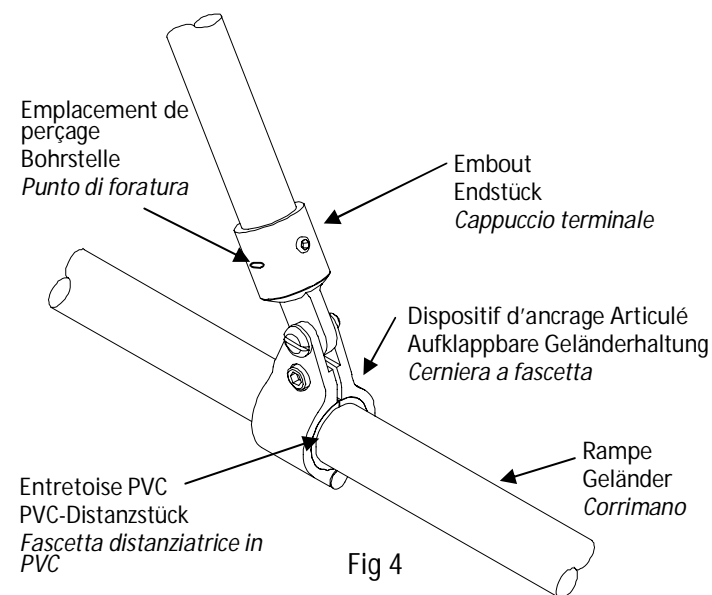

Fig 4
- Fixez temporairement le dispositif d'ancrage sur le rail en disposant l'entretoise en PVC entre l'embout articulé et le rail ; ne serrez pas maintenant (Fig.4).
- Befestigen Sie die abschwenkbare Schienenklammer an der ungefähr richtigen Stelle am Geländer. Das PVC-Distanzstück sollte sich zwischen Klammer und Geländer befinden. Ziehen Sie die Klammer zu diesem Zeitpunkt noch nicht an (Abb. 4).